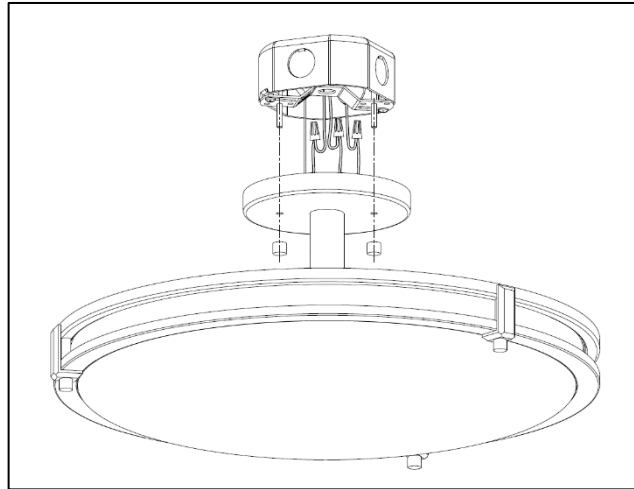

Figure 8
5. **Utilisez des serre-fils pour connecter** : le fil noir du luminaire au fil d'alimentation noir ; le fil blanc du luminaire au fil blanc de l'alimentation et le fil de terre en cuivre nu du luminaire au fil de terre en cuivre nu de la boîte de jonction. (Si le câblage domestique n'inclut pas de fil de terre, consultez votre code électrique local pour les méthodes de mise à la terre approuvées). **POUR UNE CONNEXION CORRECTE, PLACEZ LE SERRE-FIL SUR LES FILS, TOURNEZ DANS LE SENS DES AIGUILLES D'UNE MONTRE JUSQU'À CE QU'IL SOIT SERRÉ.** comme le montre la *Figure 8*.